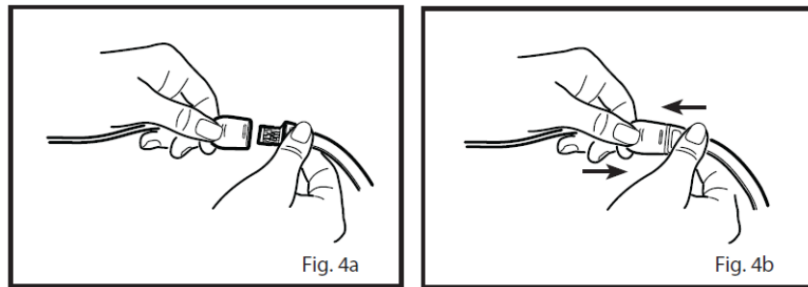

Abb. 33 Verbindung von RD SET Patienten-kabel und Sensor
- 1 Siehe Fig. 4a in Abb. 33: Richten Sie den Anschlussstreifen des Sensors so aus, dass die Seite mit den „glänzenden“ Kontakten nach oben zeigt. Richten Sie das Patientenkel so aus, dass die Farbleiste und die Fingerprofile nach oben zeigen.
- 2 Siehe Abb. 4b in Abb. 33: Stecken Sie den Sensor-Flachstecker in das Patienten-kabel ein, bis er fühlbar und hörbar einrastet. Ziehen Sie leicht am Stecker und am Kabel, um sicherzustellen, dass sie sicher angeschlossen sind. Nötigenfalls kann das Kabel mit Heftpflaster am Patienten befestigt werden.